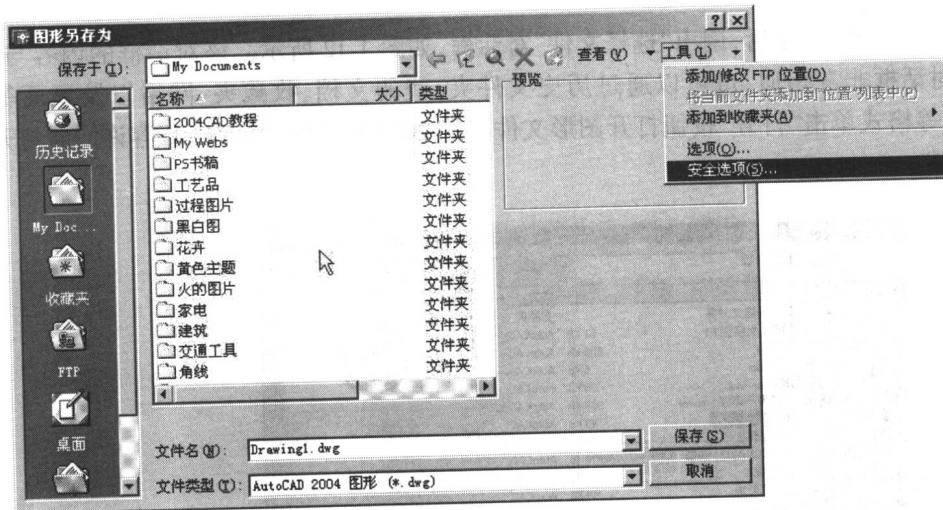

图 1-13 “图形另存为”对话框
①保存:执行“保存”命令后,调出“图形另存为”对话框如图 1-13 所示,该对话框的内容与前面的对话框很相似,也可以通过历史文件夹、我的文档、收藏夹、网络以及桌面等快速选择存放图形文件的目录位置,输入文件名并单击“保存”按钮。在绘制图形过程中应注意及时存盘(按 Ctrl + S),以免因意外断电或机器故障或系统出错造成图形丢失。如果当前图形已有文件名,执行“保存”命令相当于将当前改动内容保存于原来的图形文件中。
②另存为:如果是新建的图形文件的保存,使用“保存”或“另存为”的效果是完全相同的,都要打开“图形另存为”对话框。对已有文件名的图形文件执行另存为(Ctrl + Shift + S)命令,用户可以另取图形文件名存盘。